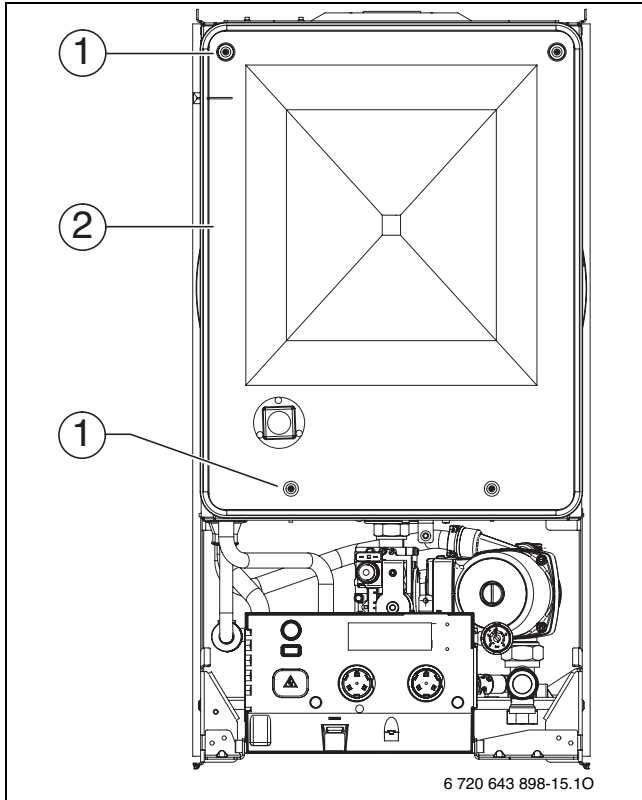

Рис. 40 Відкриття коробки повітроводу
- ▶ Відгвинтити 4 шурупа (1) та зняти кришку камери згоряння (→ рис. 40).